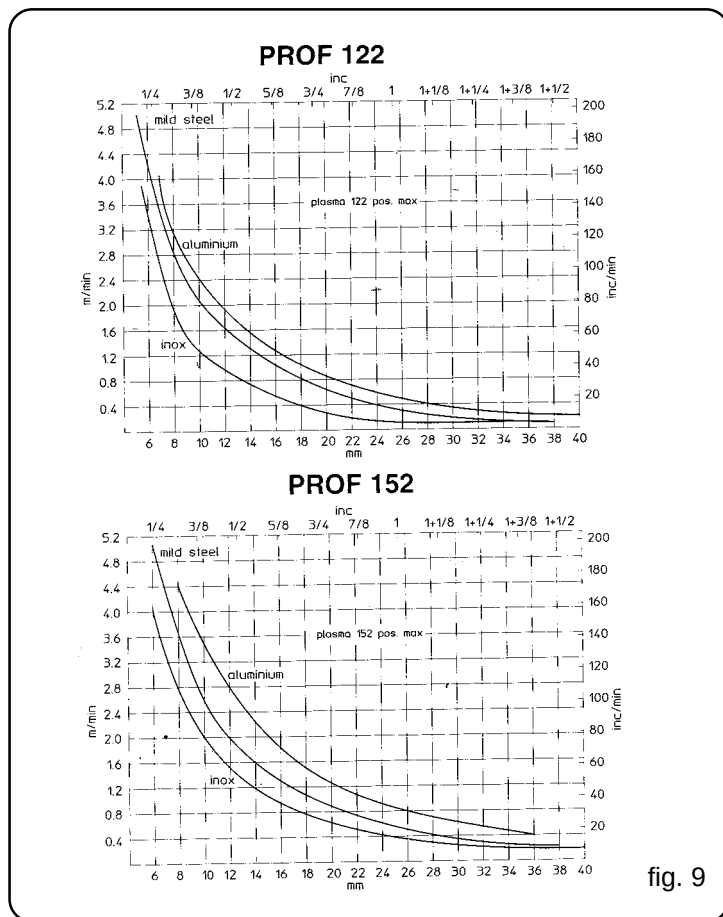

fig. 9
- Epaisseur de la pièce trop élevée (voir le diagramme de la vitesse de coupage et des épaisseurs fig. 9).